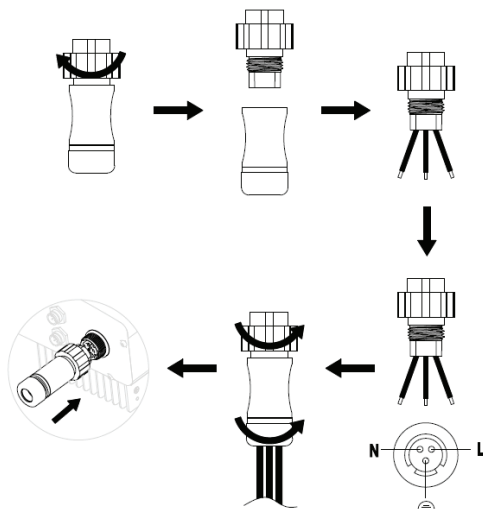

Figura 16 Connessione in corrente alternata dell'inverter monofase
(1) Prima di connettere il cavo di alimentazione in corrente alternata monofase all'inverter, adottare misure di protezione contro i fulmini, i cortocircuiti e altre misure di protezione in conformità alle leggi ed alle normative locali in materia di sicurezza elettrica.
(2) Come illustrato nella Figura 16, collegare e fissare i conduttori L, N e PE della rete in corrente alternata monofase al terminale corrente alternata e serrare a 0,5 Nm. Assemblare il terminale corrente alternata e serrare a 2,5-3 Nm, quindi collegare il terminale alla porta della corrente alternata dell'inverter.
(3) Connettere il cavo di uscita in corrente continua del modulo fotovoltaico al connettore corrente continua fornito dalla nostra azienda, quindi collegare il connettore corrente continua al terminale in corrente continua dell'inverter.